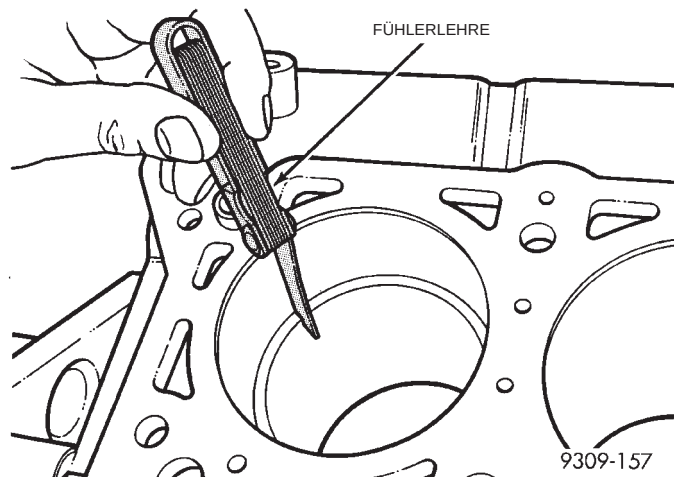

Abb. 6 Kolbenringstoß messen
(1) Zylinderbohrung sauberwischen. Ring einsetzen und mit Pleuel nach unten drücken, um rechtwinkligen Sitz in der Bohrung zu gewährleisten. Der Stoß des eingesetzten Rings ist mindestens 12 mm (0,50 Zoll) über der Unterkante der Zylinderbohrung zu messen. Stoß mit Fühlerlehre messen (Abb. 6). Näheres hierzu siehe Tabelle mit Kenndaten der Pleelringe.